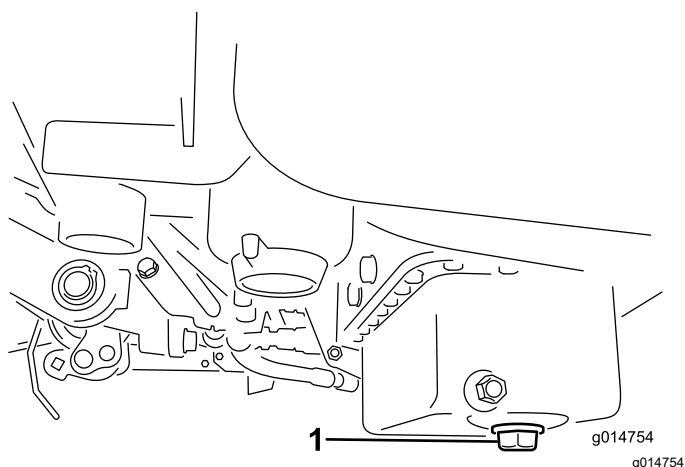

Рисунок 31
1. Снимите сливную пробку и дайте маслу вытечь в сливной поддон. Когда масло перестанет течь, установите сливную пробку на место (Рисунок 31).